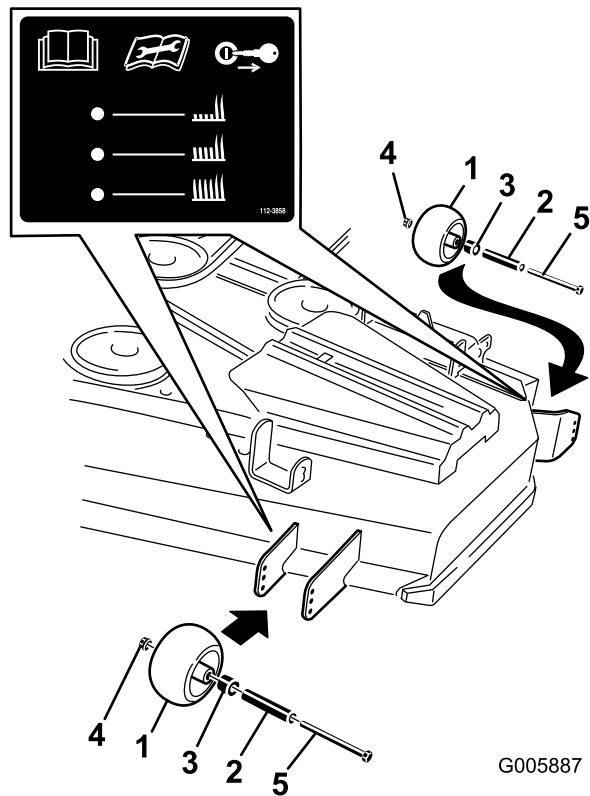
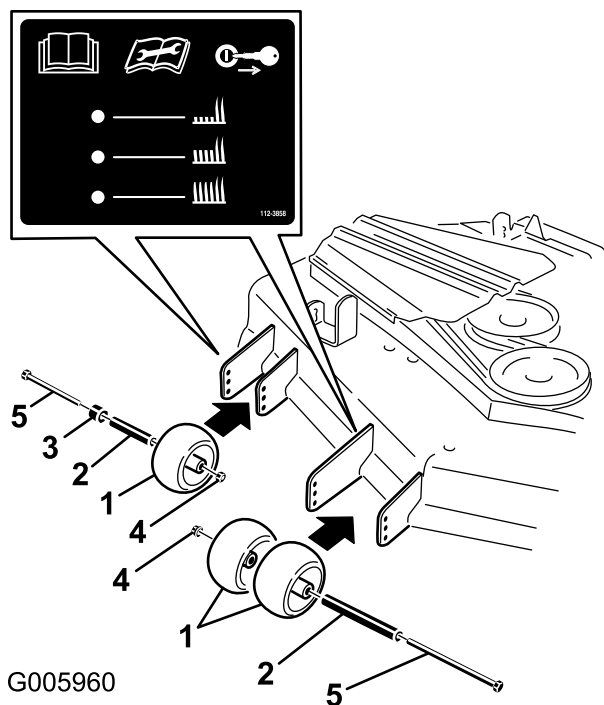

Figura 19
Figura 20
3. Una volta regolata l'altezza di taglio, regolare i rulli togliendo il dado flangiato, la boccola, il distanziale e il bullone (Figura 19 oppure Figura 20).
Nota: I due rulli centrali sono privi di distanziale (Figura 19 oppure Figura 20).
5. Montate il dado flangiato, la boccola, il distanziale ed il bullone. Serrate a 54-61 Nm (Figura 19 oppure Figura 20).